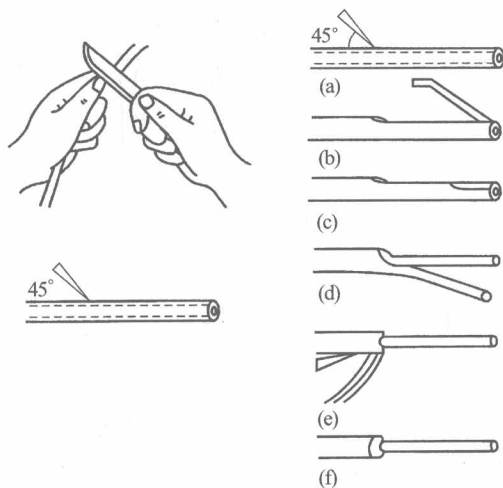

图 1-20 电工刀剥切塑料导线绝缘层
(1) 用电工刀剥切。
① 用电工刀剥切芯线截面为大于 4mm^2 的塑料硬线绝缘层,其操作步骤如图 1-20 所示:首先用电工刀以 45° 角倾斜切入绝缘层,如图 1-20(a)所示,然后使电工刀与芯线保持 15° 角左右并均匀用力向线端推削,如图 1-20(b)所示,这样就削去了一部分绝缘层,如图 1-20(c)所示,接着把剩余的绝缘层翻下,如图 1-20(d)所示,最后用电工刀齐根切除这部分绝缘层,如图 1-20(e)所示,至此线端绝缘层全部被剥切,露出芯线,如图 1-20(f)所示。注意整个剥切过程中不得损伤芯线。